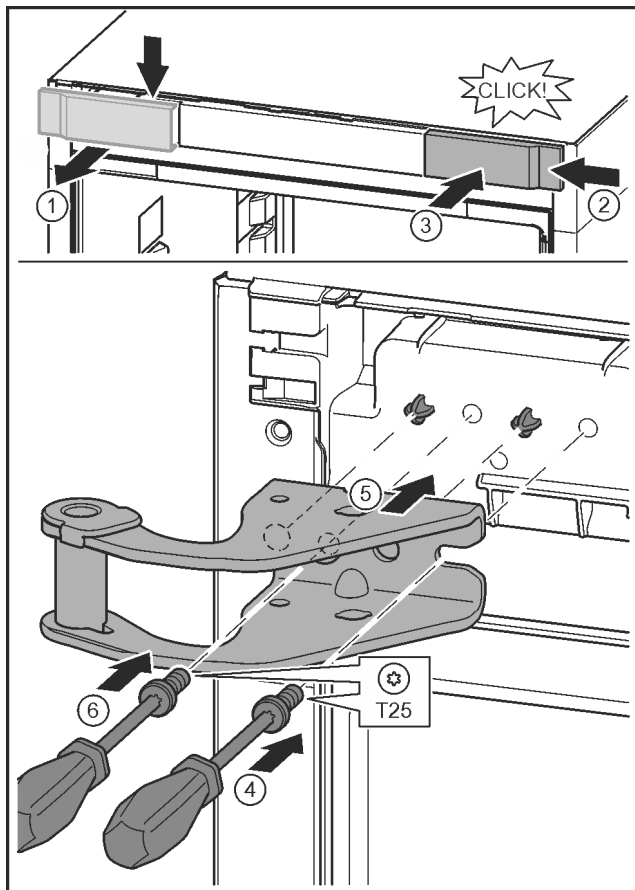

Fig. 14
- ▶ Abdeckung lösen und seitlich abnehmen. Fig. 14 (1)
- ▶ Abdeckung um 180° gedreht auf der anderen Seite von rechts einhängen. Fig. 14 (2)
- ▶ Abdeckung einrasten. Fig. 14 (3)
- ▶ Schraube mit Schraubendreher T25 ansetzen. Fig. 14 (4)
- ▶ Oberen Lagerbock ansetzen. Fig. 14 (5)
- ▶ Schraube festdrehen. Fig. 14 (4)
- ▶ Schraube mit Schraubendreher T25 einsetzen und festdrehen. Fig. 14 (6)